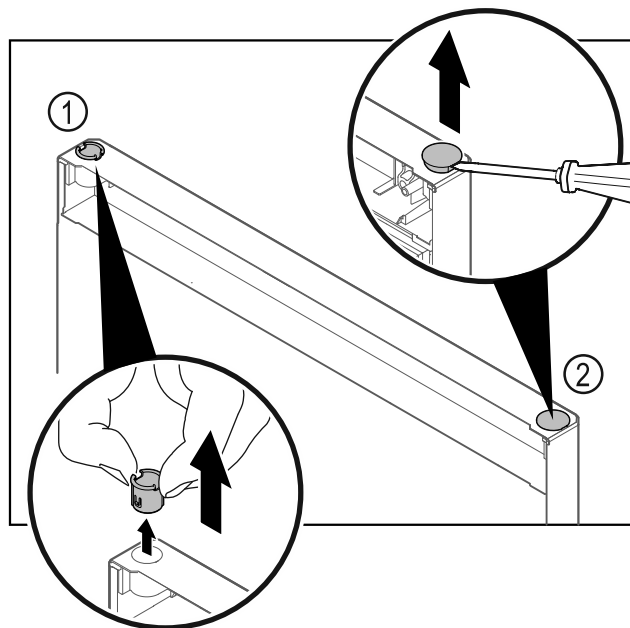

Fig. 20
- Vytiahnite puzdro závesu Fig. 20 (1) prstami.
- Plochým skrutkovačom opatrne nadvihnite kryciu zátku Fig. 20 (2) a vytiahnite ju.